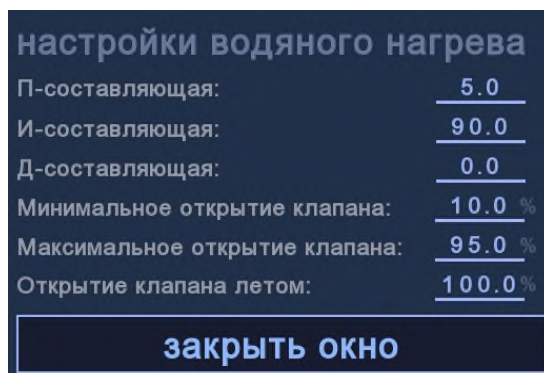

Рисунок 13 – Окно параметров «Водяной нагреватель»
- *Водяной нагреватель* – в данном окне (рисунок 13) можно задать минимальное значение процента открытия регулирующего клапана параметром «Мин. открытие клапана», максимальное значение процента открытия регулирующего клапана параметром «Макс. открытие клапана», процент открытия в летнем сезоне с помощью параметра «Открытие клапана летом», а также настроить П, И и Д составляющие для настройки ПИД-регулятора (подробно о том, как настроить ПИД-регулятор указано в пункте 1.4). Водяной нагреватель в зависимости от технического задания может работать как на нагрев, так и на охлаждение (в обоих случаях регулирование осуществляется по показаниям канального датчика температуры). Для более качественного поддержания температуры воздуха может использоваться каскадное регулирование, при котором имеется несколько рабочих режимов, для каждого из которых задаются П, И и Д составляющие, время перехода на следующий рабочий режим и уставки температуры нагрева для каждого режима.